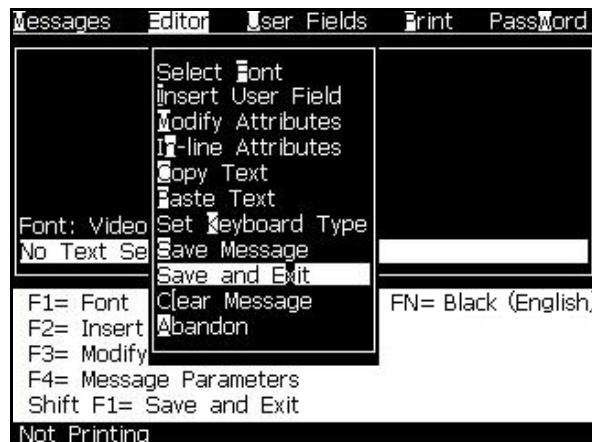

Figura 5-14: Opzione Save and Exit (Salva ed esci)
- Selezionare *Save and Exit* (salva e esci) dal menu *Editor* (Figura 5-14)